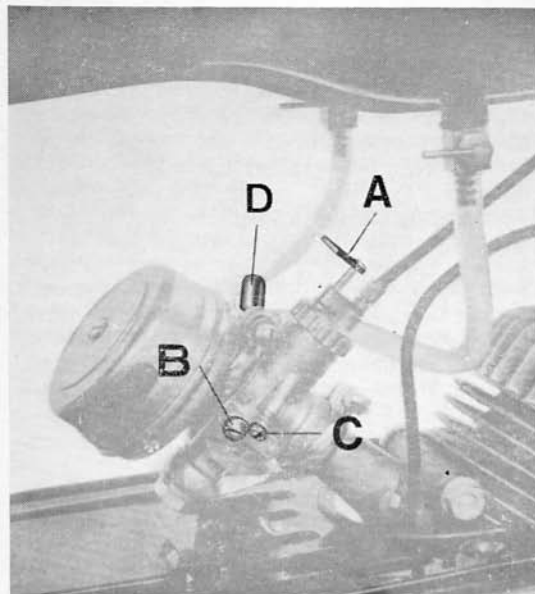

Fig. 11
Astina regolazione aria (vedere A di fig. 11)
Assicurarsi che il serbatoio contenga sufficiente quantità di miscela e che la leva comando cambio sia in posizione di folle; girare la leva del rubinetto miscela in posizione di alimentazione, ruotare leggermente la manopola comando gas (1/4 circa) e, a motore freddo, abbassare completamente l'asta del tegolo comando regolazione aria del carburatore (vedere A di fig. 11), e premere con forza il pedale d'avviamento (dopo essersi accertati che i denti degli ingranaggi siano in presa).
Nella stagione fredda (a motore freddo), è consigliabile premere l'agitatore sul galleggiante (D) di fig. 11, se il motore è già caldo sconsigliamo questa operazione, ed anche a motore freddo è bene venga effettuata con moderazione, per non invasare il carburatore. Dopo qualche minuto dal-
La regolazione del passaggio aria è comandata dall'astina (A) di fig. 11. Per la partenza a motore freddo, occorre abbassare detta astina (miscela grassa); dopo qualche minuto che il motore è avviato sollevare l'astina fino a sentire uno scatto (miscela normale).
(vedere fig. 11)